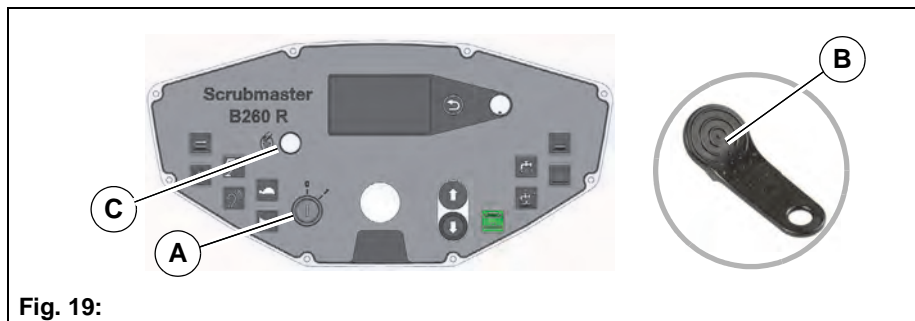

Fig. 19:
- Slå på maskinen med nøkkelbryteren **Fig. 19-A**.
- Trykk I-Button **Fig. 19-B** ett til to sekunder mot I-Button Reader **Fig. 19-C**.